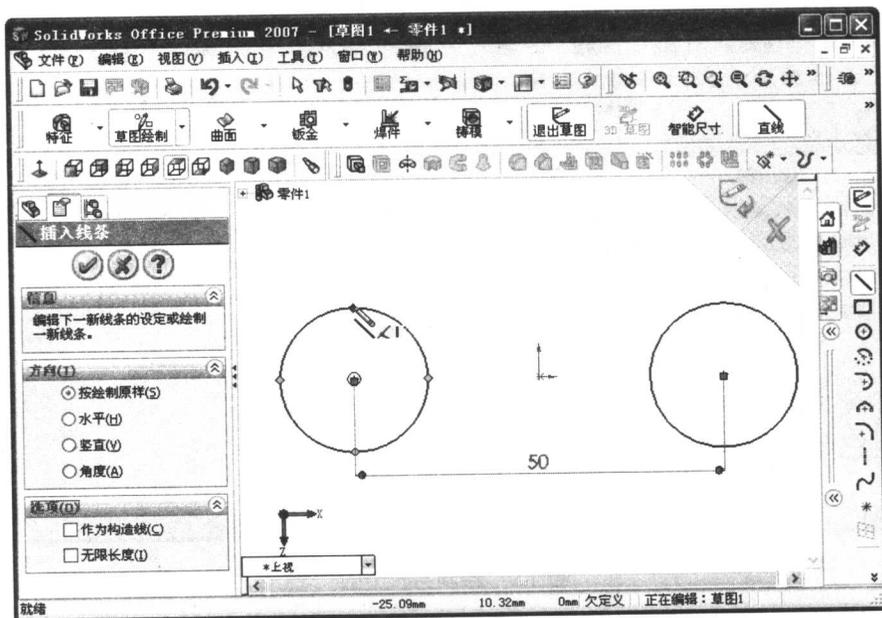

图 1.11 利用捕捉点指定直线起点
(6) 单击 CommandManager 工具栏上的“直线”按钮 ，此时鼠标指针变为 ，绘制直线，具体操作步骤如下：
① 单击将鼠标指针放置于左边圆上，此时可见圆上出现 4 个亮点，表示圆的 4 个捕捉点位置，将鼠标指针移至左边圆顶部的亮点，当亮点变为红色时单击，如图 1.11 所示。